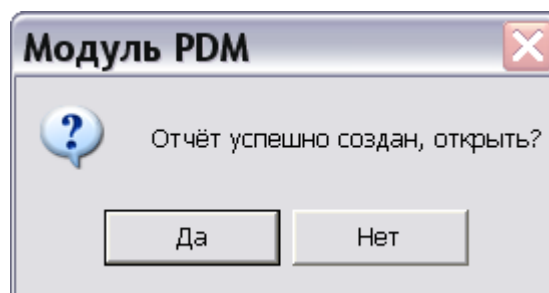

Рис. 22
5. После нажатия на кнопку **Сохранить** появится сообщение системы (Рис. 22).